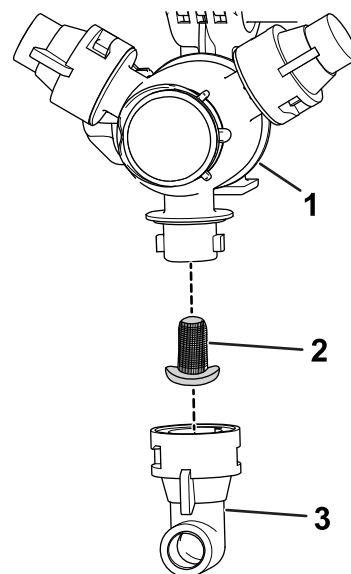

Figure 53
2. Retirez la buse de la tourelle de pulvérisation (Figure 53).
3. Déposez le filtre de buse (Figure 53).
5. Remettez le filtre de buse (Figure 53).
6. Installez la buse sur la tourelle de pulvérisation (Figure 53).